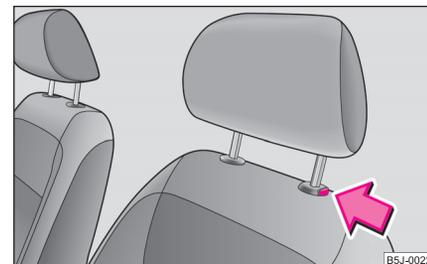

Fig. 47 Sacar reposacabezas
- Si desea desplazar el reposacabezas hacia abajo, pulse la tecla de seguro ⇒ página 59, fig. 47 y presione con la otra mano el reposacabezas hacia abajo.
- Pulse la tecla del seguro en el sentido de la flecha ⇒ página 59, fig. 47 y extraiga el reposacabezas.